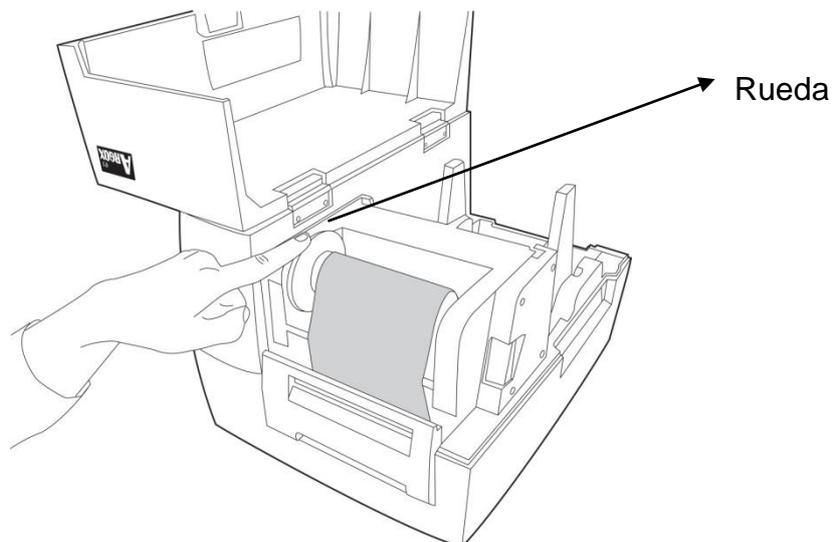

Figura 8
68. Gire la rueda del módulo del cabezal de impresión para asegurar que la cinta esté firmemente apretada (Figura 8)